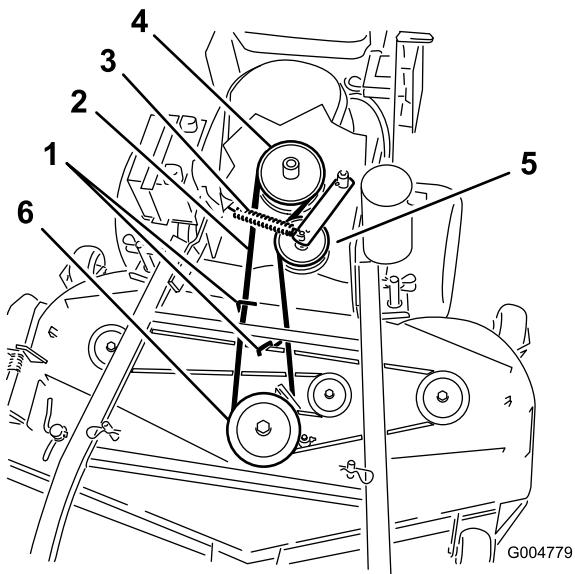
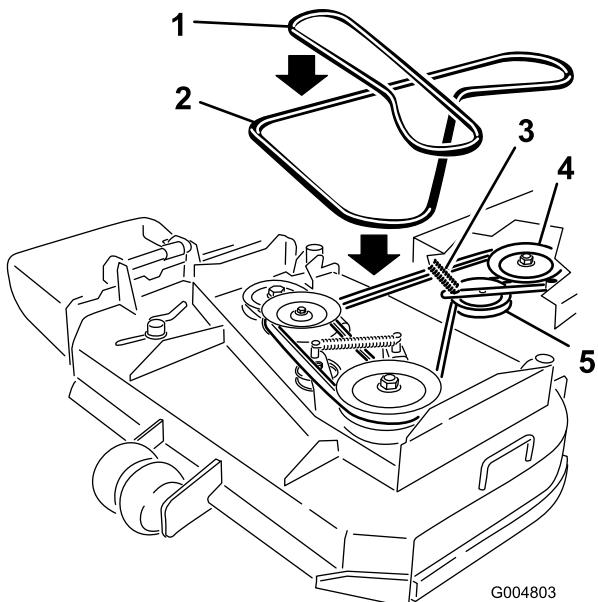

Figure 51
Figure 52
6. Retirez la courroie de la poulie centrale sur le tablier de coupe (Figure 51). Reportez-vous à la Figure 52 pour enlever la courroie de la poulie gauche sur un tablier de coupe de 36 pouces. Procédez avec précaution lors du retrait de la courroie, car la tension est augmentée par la poulie de tension rappelée par ressort.
7. Retirez la courroie de la poulie de moteur et la poulie de tension rappelée par ressort (Figure 51). Reportez-vous à la Figure 52 pour déposer la courroie des poulies sur le tablier de coupe de 36 pouces.
8. Placez une courroie neuve sur la poulie de moteur et la poulie de tension rappelée par ressort (Figure 51).
9. Installez la courroie sur la poulie centrale du tablier de coupe (Figure 51). Procédez avec précaution lors de la repose de la courroie, car la tension est augmentée par la poulie de tension rappelée par ressort. Reportez-vous à la Figure 52 pour installer la courroie sur la poulie gauche sur un tablier de coupe de 36 pouces.
11. Réglez l'écartement entre le guide et la courroie à 3 mm (1/8") pour les tabliers de coupe de 40, 48 et 52 pouces (Figure 51).